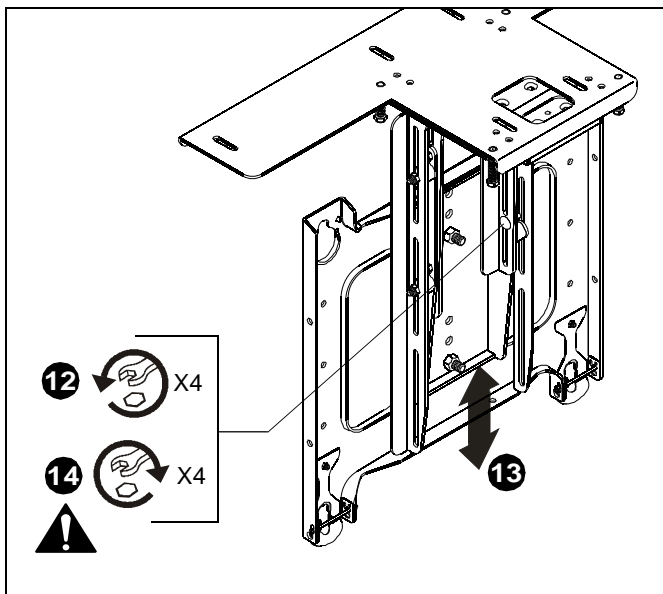

рис. 6
12. Ослабьте четыре гайки, закрепляющие монтажный кронштейн лицевой панели и рамку. (см. рис. 6)
13. Переместите монтажный кронштейн лицевой панели на необходимую высоту. (см. рис. 6)